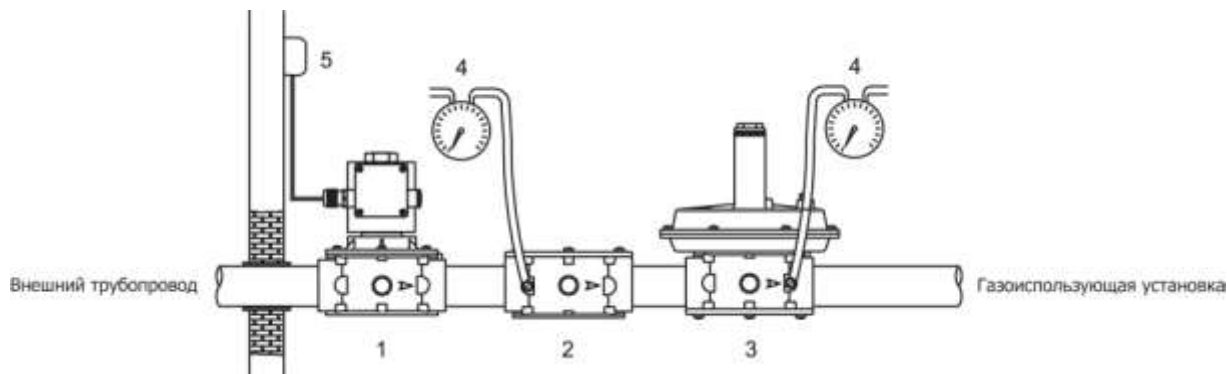

Рис. 9
- **DN 32 ÷ DN 150:** (см. рис. 2 и 3) Отпустить гайку (13) и снять электромагнитную катушку (12). Отпустить винты крепления (10) и осторожно снять крышку (11) с корпуса клапана (4). Проверить состояние затвора (5) и, при необходимости, заменить резиновую прокладку (6). Прочистить, продуть или, при необходимости, заменить фильтрующий элемент (9) (правильное положение фильтрующего элемента см. на рис. 9). Собрать клапан, выполняя обратную последовательность действий.